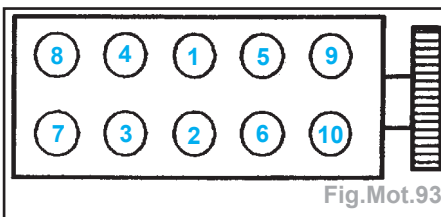

Fig.Mot.93
- Serrer toutes les vis à **3 daN.m** puis effectuer un angle de **100° ± 4°** dans l'ordre préconisé (Fig.Mot.93).